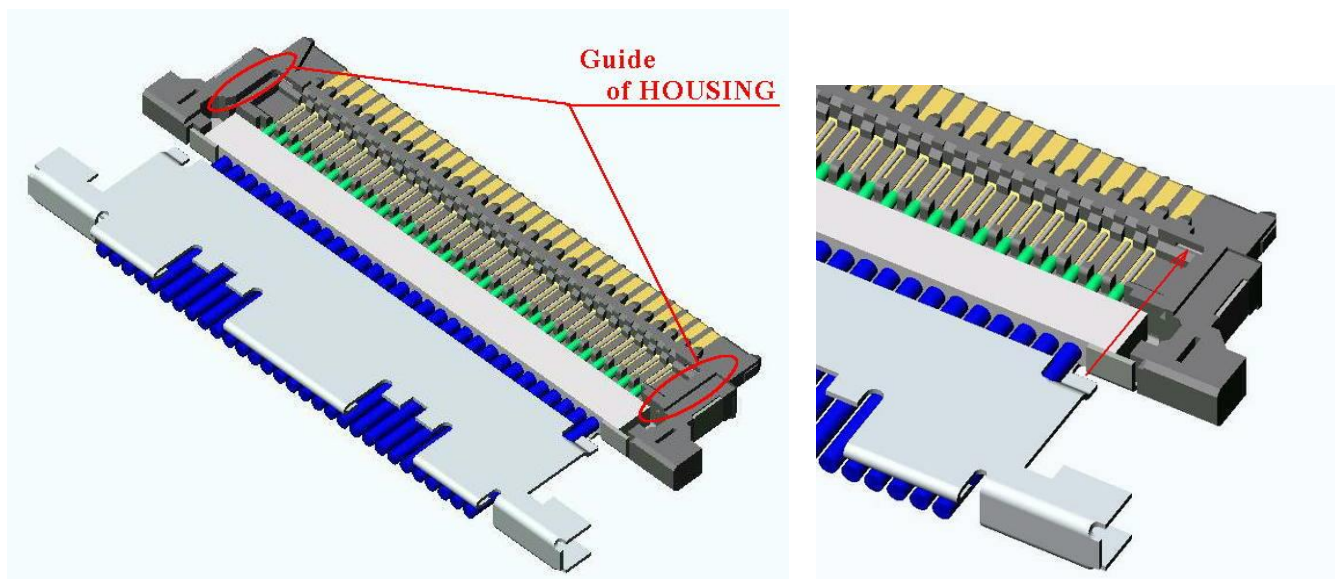

Fig.3 Assembly of SHELL A
①Fig.3 の様にケーブル側から HOUSING のガイド部に沿って SHELL A を組み付ける。